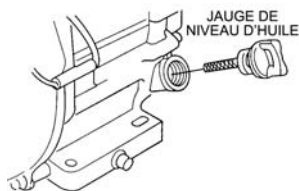

Figure 4. Retirer la jauge d'huile du moteur
2. Enlevez la jauge du trou de remplissage du moteur (Figure 4) et essuyer.